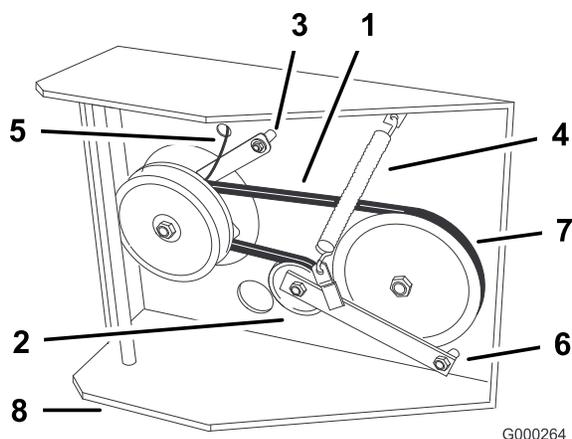

Figure 49
6. Détachez le dispositif de retenue de l'embrayage du plancher moteur (Figure 49).
7. Débranchez le ressort de tension sur le côté du cadre (Figure 49).
11. Placez le ressort de tension entre le bras de tension et la patte du cadre (Figure 49).
12. Reposez le dispositif de retenue de l'embrayage sur le plancher moteur (Figure 49).